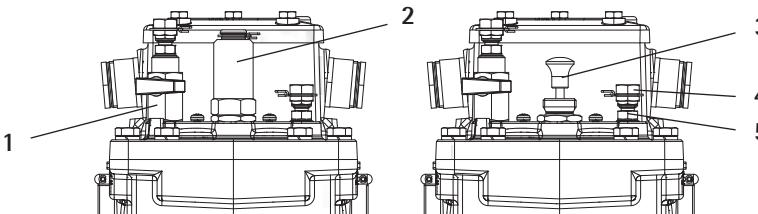

Bild 7
Die Stauklappe kann wie folgt wieder freigegeben werden: Die Abdeckhülse (Bild 7/2) mit einem Gabelschlüssel (SW24) lösen und abschrauben. Den darunter befindlichen Prüftaster (Bild 7/3) bis zum Anschlag nach links drehen, sodass die Stauklappe wieder freigegeben wird. Überprüfen Sie dies über das Schauglas des Schutzrelais.
- Die Abdeckhülse (Bild 7/2) mit einem Gabelschlüssel (SW24) lösen und abschrauben.
- Den darunter befindlichen Prüftaster (Bild 7/3) vollständig nach unten drücken und halten. Beide Schwimmer sollten sich gesenkt haben und über die Schutzgasmagnetschalter Signale an die Warte abgegeben haben. Funktionsbestätigung einholen!
Die Vorgehensweise ist wie unter Kap. 6.2 beschrieben. Darüber hinaus ist zur Freigabe der Stauklappe der Prüftaster (Bild 7/3) bis zum Anschlag nach links drehen. Überprüfen Sie dies über das Schauglas des Schutzrelais.
1. Evtl. im Buchholzrelais befindliche Gase über das Gasentnahmeverventil (Bild 7/1) ablassen.
2. Verschlussklappe vom Anschluss für pneumatische Prüfung (Bild 7/4) abschrauben.
3. Gelieferte Pumpe über M10x1-Adapter mit Anschluss für pneumatische Prüfung (Bild 7/4) verschrauben.
5. Nach Überprüfung der Funktionalität den oberen Schwimmer wieder in Ausgangsposition bringen, indem die eingebrachte Luft über das Gasentnahmeverventil (Bild 7/1) abgelassen wird. Dies über die Schaugläser überprüfen.
Pressluft, um Stickstoff bzw. Pressluft bei Minimum 6,5 bar über den Anschluss für pneumatische Prüfung (Bild 7/4) „stoßartig“ in das Buchholzrelais einzubringen (kurzzeitiges Öffnen und Schließen der Gasflasche).
2. Verschlusskappe vom Anschluss für pneumatische Prüfung (Bild 7/4) abschrauben.
3. Stickstoff- oder Pressluft-Gasflasche mit geeigneten Armaturen über M10x1-Adapter mit Anschluss für pneumatische Prüfung (Bild 7/4) verschrauben.
5. Nach Überprüfung der Funktionalität die Schwimmer wieder in Ausgangsposition bringen, indem die eingebrachte Luft über das Gasentnahmeverventil (Bild 7/1) abgelassen wird. Dies über die Schaugläser überprüfen.
Verfügt das Buchholzrelais über die optionale Resetfunktion, so ist zur Freigabe der Stauklappe der Prüftaster (Bild 7/3) bis zum Anschlag nach links zu drehen.